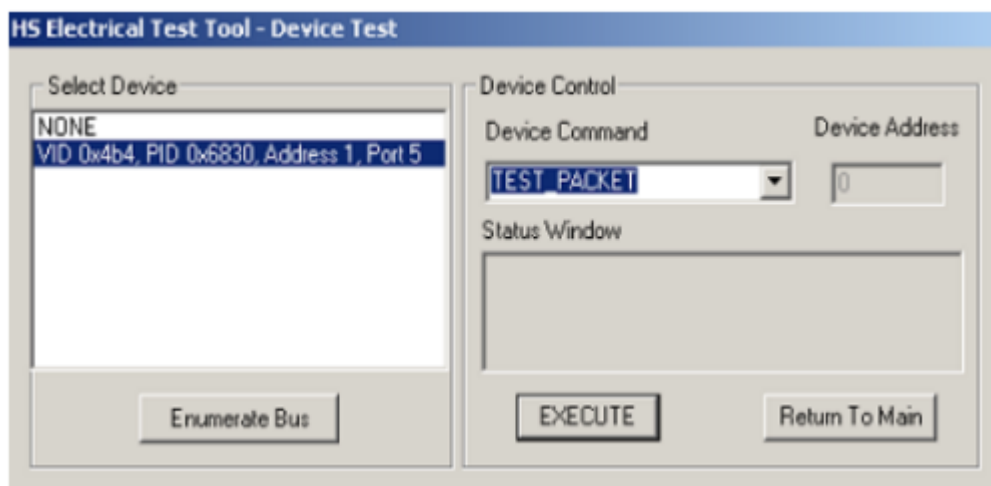
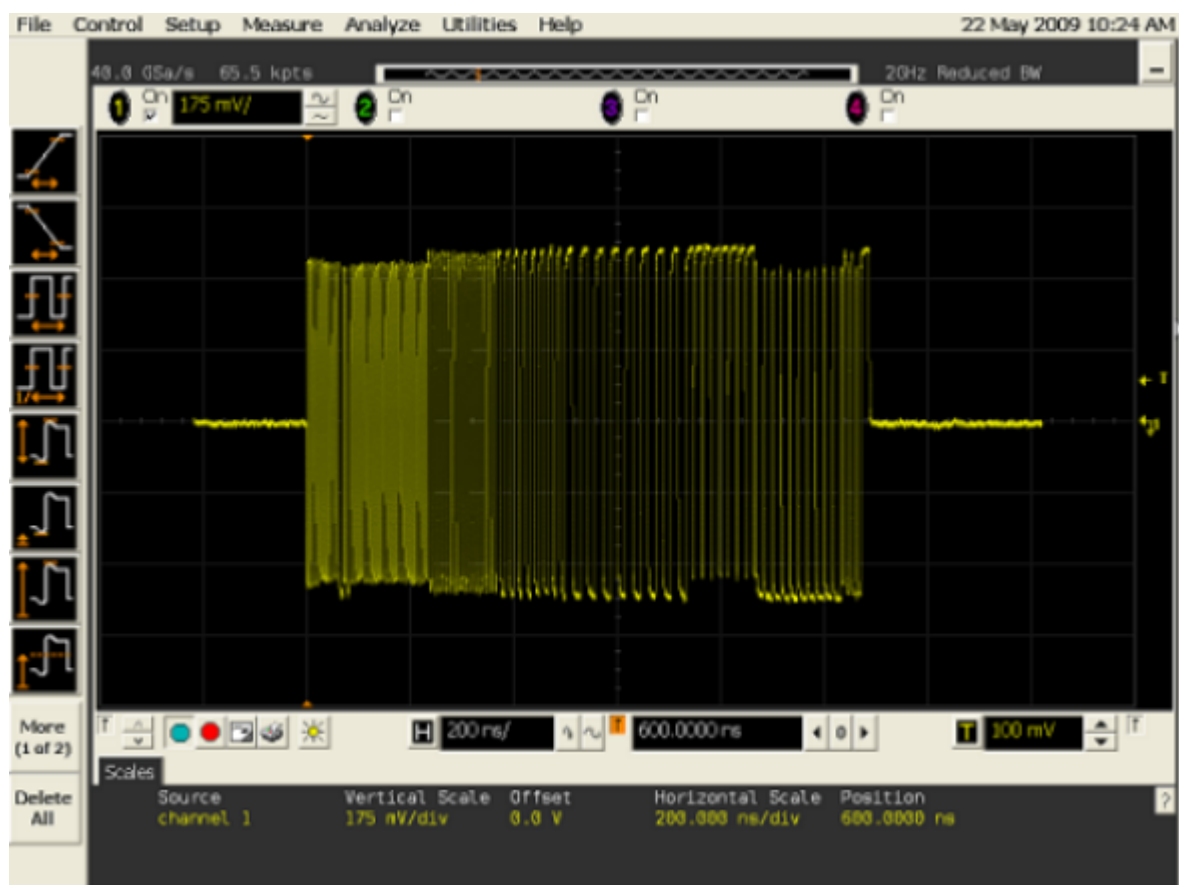

图1-2 选择测试设备和测试命令
图1-3 测试波形
3. 如图 1-2所示，选择要测试的设备和测试命令“TEST PACKET”，然后点击“EXECUTE”按钮所示，执行完上述操作后，USB控制器就会自动进入Test Packet Mode，并连续发送周期性的测试包，测试波形如图 1-3 所示：
- 从示波器上观察是否有检测到如图1-3的周期性测试波形
- 如果没有图1-3的周期性测试波形，可能是测试命令没有执行成功或者测试命令有误